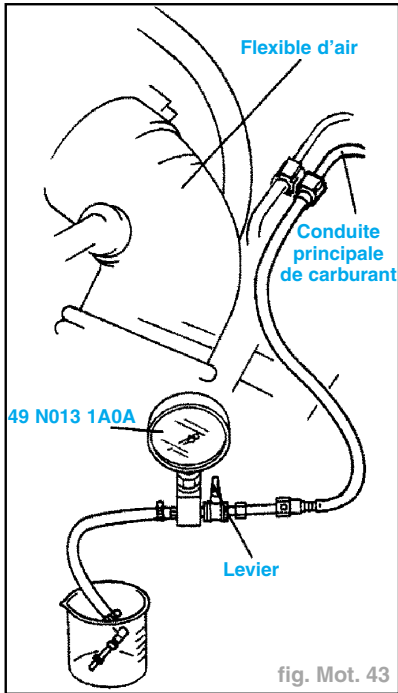

fig. Mot. 43
- Tourner le levier comme illustré pour obtenir la sortie du manomètre (fig. Mot. 43).
- Tourner le levier comme illustré pour obturer la sortie du manomètre (fig. Mot. 43).